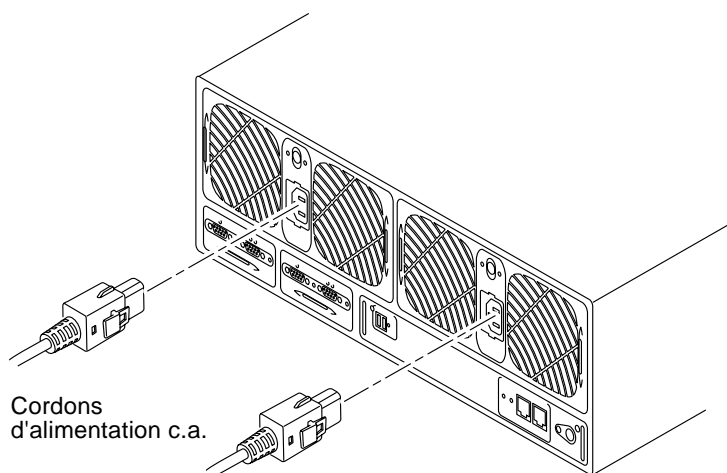

FIGURE 6-4 Branchement des cordons d'alimentation
7. Branchez les deux cordons d'alimentation sur les deux unités d'alimentation et de refroidissement situées à l'arrière de l'unité maîtresse (FIGURE 6-4).